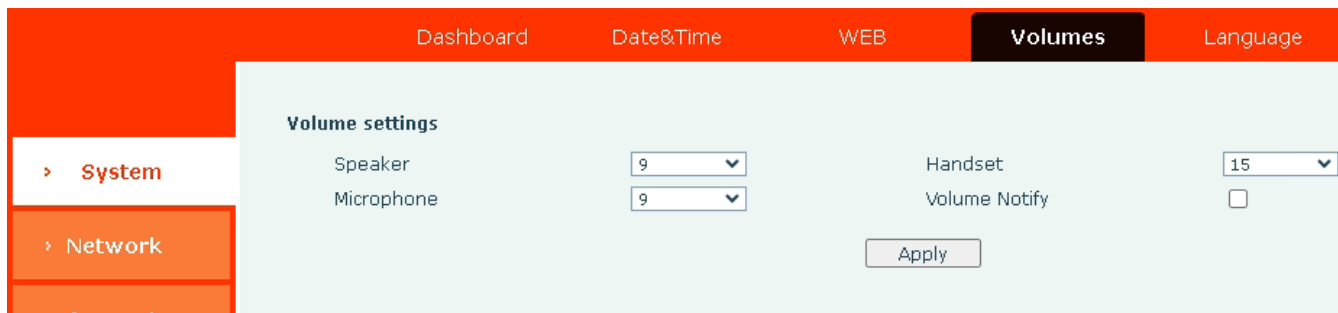

Рисунок 11 – Настройки звука
2.7.6.7 Настройка звука осуществляется в меню «Настройки звука» в области «Настройки громкости звука» (рисунок 11).